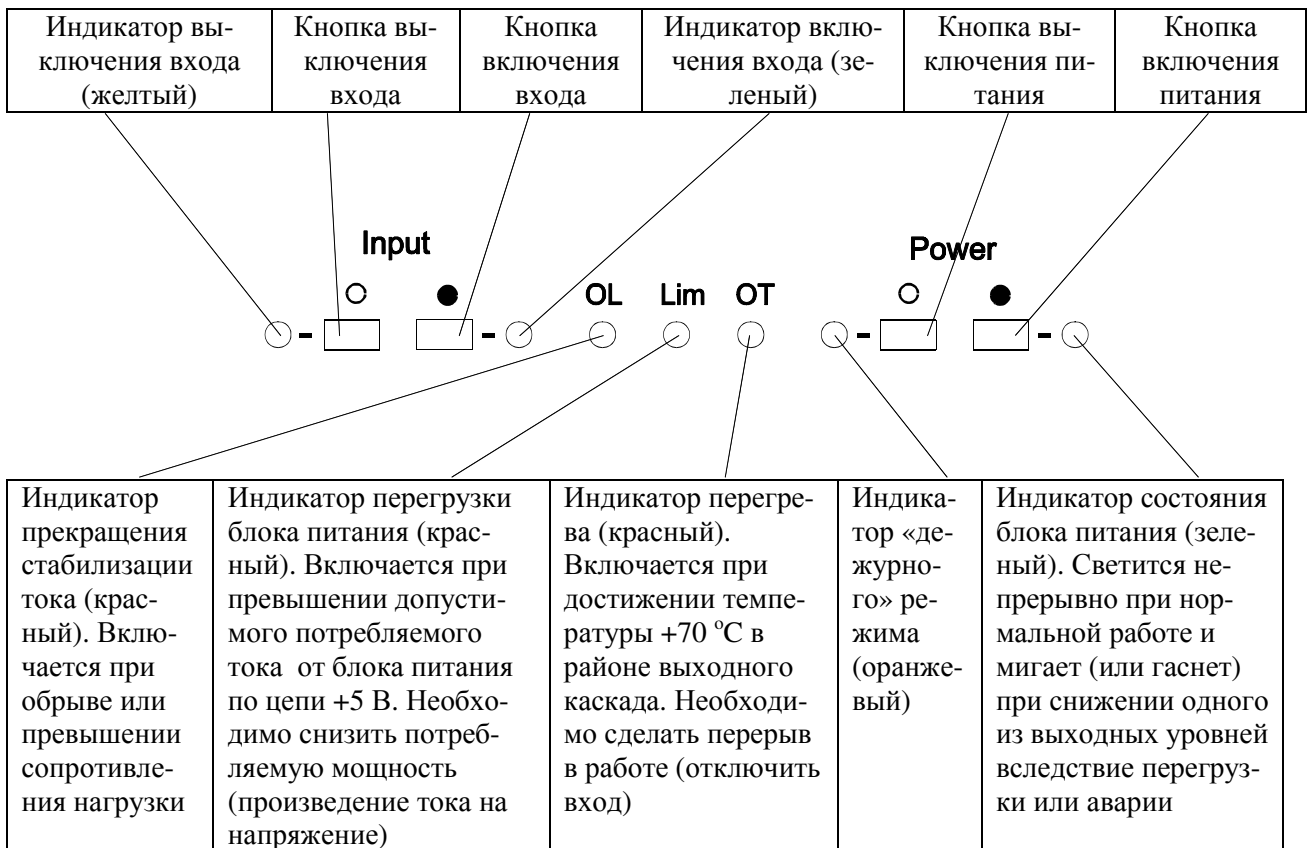

Рисунок 2.5 – Кнопки и индикаторы преобразователя ПНТ-50
2.2.16.3.1 Управление входом и источником питания преобразователя осуществляется четырьмя кнопками, назначение которых иллюстрирует рисунок 2.5.
2.2.16.3.2 Первые две кнопки управляют реле, позволяющим отключить вход схемы преобразователя от входного разъема. При отключенном входе на выходе преобразователя устанавливается ток, равный нулю. Благодаря этому режиму можно работать с калибратором Н4-11, не отсоединяя от него входной кабель преобразователя. Состояние входного реле индицируется соответствующими светодиодами (см. рисунок 2.5).
образователь перестает быть источником помехи с частотой около 150 кГц (несущая частота широтно-импульсной модуляции), которая может помешать выполнению других измерительных операций при низких уровнях напряжения. Поэтому при включении сетевого питания, выключатель которого размещен на задней панели преобразователя, включается только источник «дежурного» напряжения («ждущий режим»), а питание всей схемы преобразователя выключено. Состояние «дежурного» режима (наличие «дежурного» напряжения) отражается свечением оранжевого светодиода на передней панели преобразователя. При включении схемы питания включаются и другие светодиоды, отражающие текущее состояние преобразователя (см. рисунок 2.5).